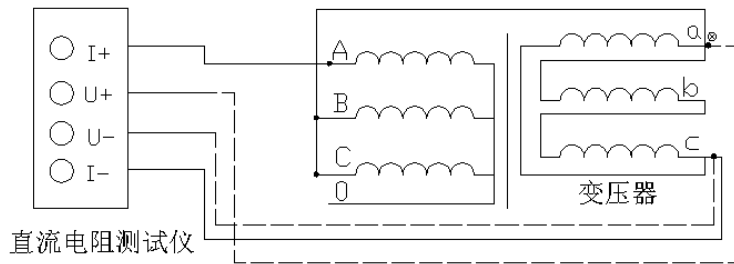

图 7.2 测量低压 R_{ac} 的接线方法
b) 助磁法接线见图 7.2~7.4 (适用于 $Y_{(N)}-d-11$ 联接组别)。